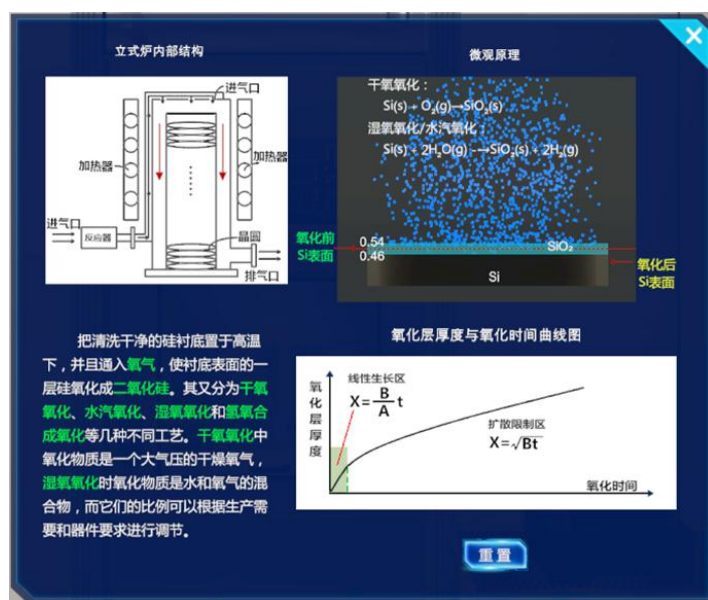

图 5-7 氧化原理展示
8) 进行氧化，观察氧化动画效果。鼠标点击设备控制面板上的“原理展示”按钮，弹出氧化原理动画展示界面，氧化原理展示如图 5-7 所示。